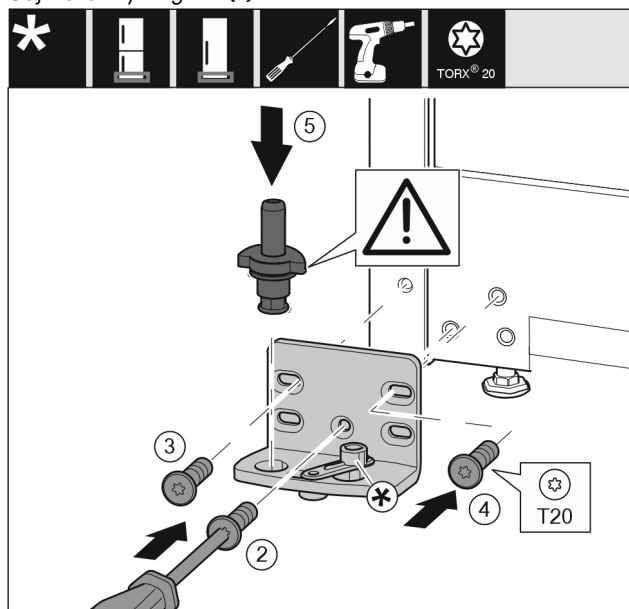

Fig. 43 *
- Nasadte stojan ložiska na druhé straně a přišroubujte pomocí šroubováku. Začněte šroubem Fig. 43 (2) dole uprostřed.*
- Utáhněte šroub Fig. 43 (3) a šroub Fig. 43 (4).*
- Zcela vložte ložiskový čep Fig. 43 (5). Přitom dávejte pozor, aby zajišťovací vačka směřovala dozadu.*